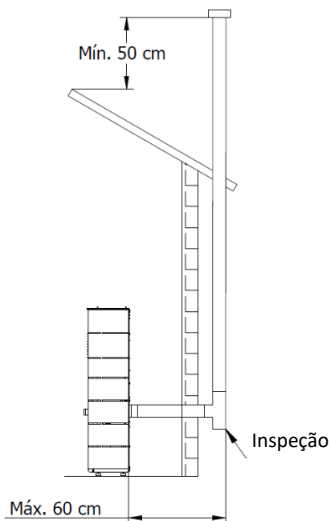

Figura 15 – Vista lateral da instalação sem chaminé, com exemplo do ponto de inspeção
- A instalação da salamandra a *pellets*, quando não houver chaminé, deve ser realizada, como mostra a Figura 15, trazendo o tubo de escape de fumaça (com diâmetro interno mínimo de 80 mm diretamente para fora e acima do telhado).